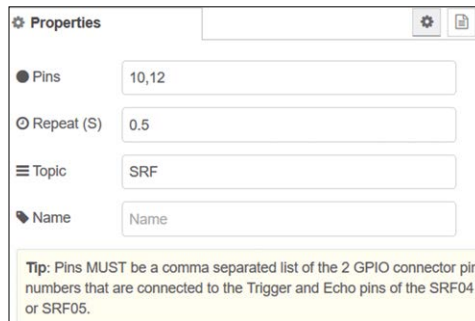

Figure 6.35 Configuration du nœud rpi srf
- Cliquez, faites glisser et déposez le **rpi srf** nœud dans l'espace de travail. Configurez-le comme indiqué à la figure 6.35. Notez que par défaut la distance est mesurée toutes les 0,5 secondes, mais cela peut être modifié si vous le souhaitez. Définir les numéros de broches à l'endroit où les broches Trig et Echo sont connectées sur le Raspberry Pi. Il est important d'être prudent ici puisque les numéros de broche requis ici sont les numéros de broches physiques de l'en-tête et non les noms de broches GPIO. Dans ce projet, les broches Trig et Echo sont connectées aux broches GPIO 15 et 18 respectivement, qui correspondent aux broches physiques 10 et 12 respectivement.